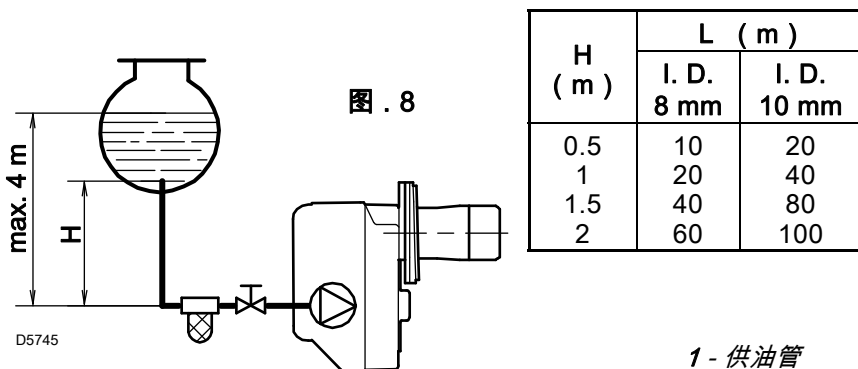
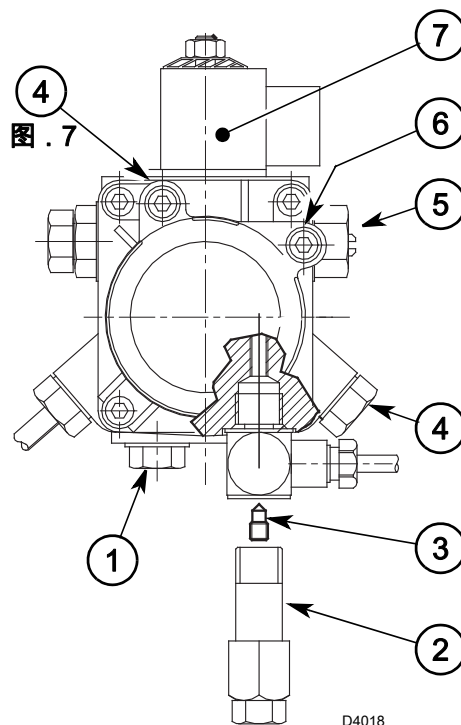

图 . 8
图 . 7
- 设计时泵是按双管运行的。如单管运行，须拧下回油螺钉 (2)，移开旁路螺钉 (3) 后再拧紧螺钉 (2)。(参见图 .7)。
在图 . 8 所示系统中，松开油压表接口螺钉 (6, 图 . 7) 直到有油流出就可以了。
压力表必须安装在接口处 (4, 图 . 7, P 4).